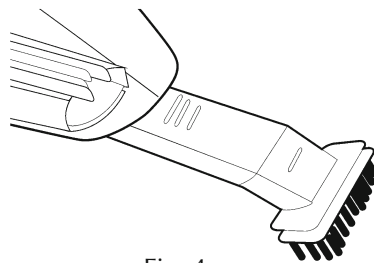

Fig. 4
- La spazzola (8, fig. 4) non può essere fissata direttamente all'apparecchio; se serve usarla, inserirla sulla prolunga (6).
3. Accendere l'apparecchio spingendo in avanti l'interruttore di accensione/spengimento (14).
4. Durante il funzionamento, tenere l'apertura di aspirazione (9) sempre rivolta verso il basso.
5. Per spegnere l'apparecchio, attivare nuovamente l'interruttore di accensione/spengimento (14) e tirarlo indietro.